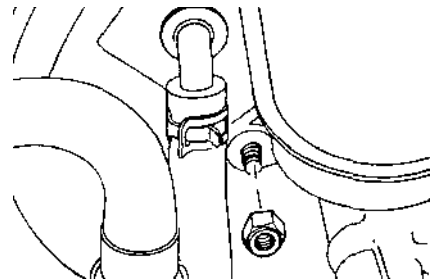

Рис. 7.16.
- открутив гайки крепления (рис. 7.16), снять ГТЦ; снять уплотнительное кольцо с его корпуса (рис. 7.2);
- открутив гайки крепления (рис. 7.16), подать ГТЦ вперед (не отсоединяя от него тормозных трубок), снять уплотнительное кольцо 13 (рис. 7.2) с его корпуса;